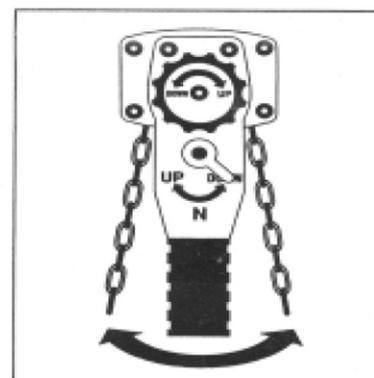

FIGURE 3
- c) Zum Senken der Last den Einstellhebel auf die Position "DOWN" stellen und mittel Rätchengriff die Last sorgfältig absenken (Fig. 3).
Pour descendre la charge, mettre le levier de réglage sur position "DOWN" et descendre la charge à l'aide du levier à cliquet (Fig. 3).